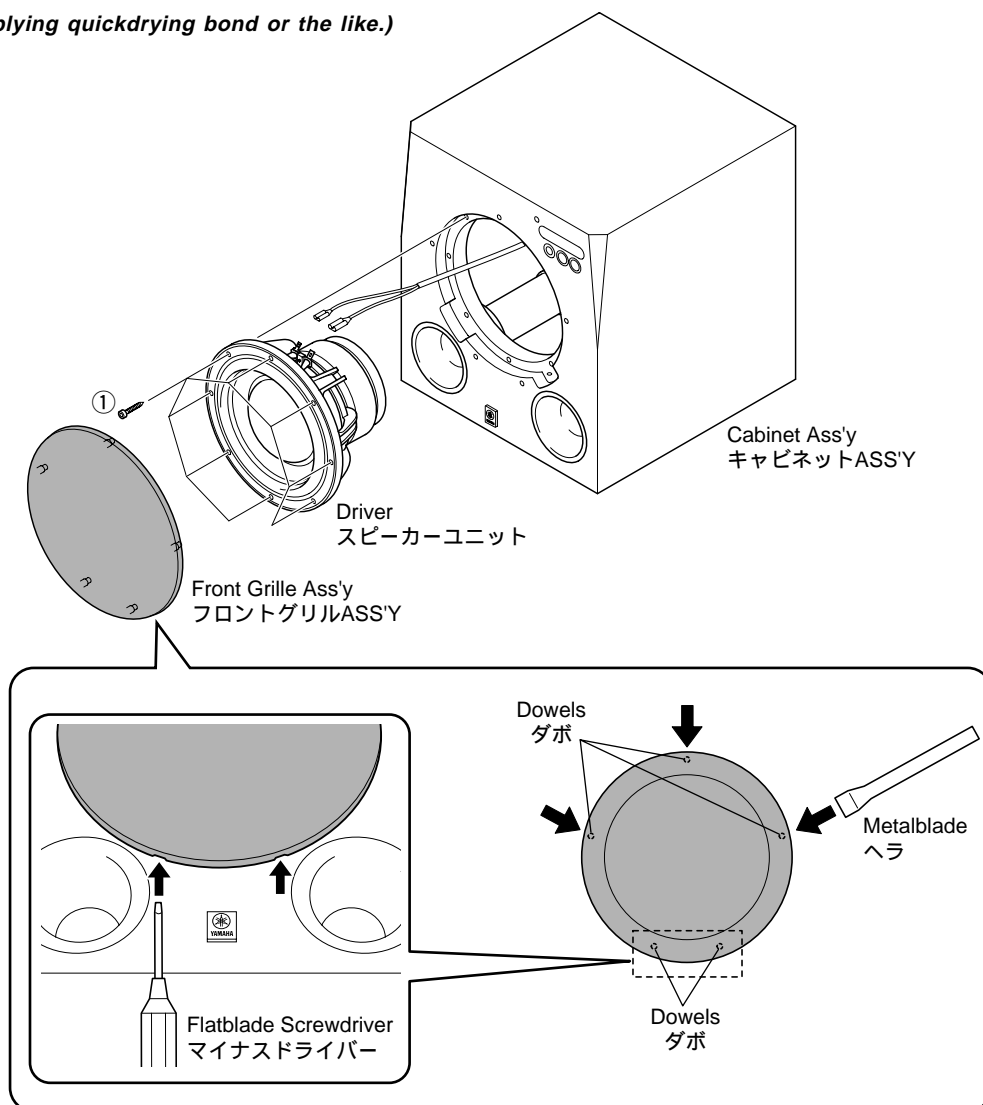

Fig. 1
a. Using the flatblade screwdriver inserted in the gap between the front grille ass'y and the cabinet ass'y (bottom side first), push up the front grille ass'y. (Fig. 1)
b. Remove the front grille ass'y by lifting a metalblade up. (Fig. 1)
a. 底側からマイナスドライバー等を差し込みフロントグリル ASS'Y を押し上げます。(Fig. 1)
b. 徐々にへら等で押し上げて、フロントグリル ASS'Y を取り外します。(Fig. 1)
- a. Remove 8 screws (①) and then remove the driver. (Fig. 1)
- b. Disconnect the connector connected to the terminal of the driver. (Fig. 1)
- a. ①のネジ8本を外し、スピーカーユニットを取り外します。(Fig. 1)
- b. スピーカーユニットの端子からコネクタを外します。(Fig. 1)